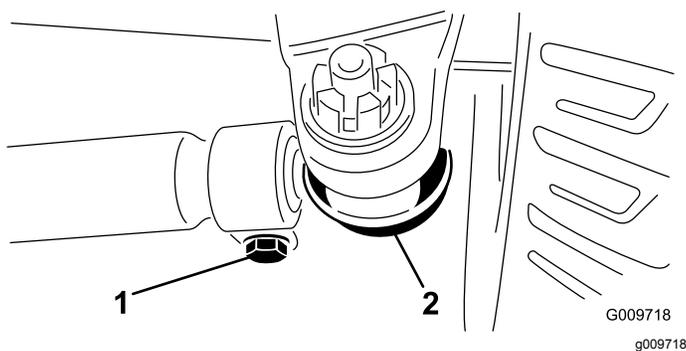

Figura 77
2. Per regolare, togliete la coppiglia e il dado da uno dei giunti a sfera del tirante (Figura 77) e rimuovete il giunto a sfera del tirante dalla scatola dell'assale.
3. Allentate i fermi su entrambe le estremità dei tiranti (Figura 77).